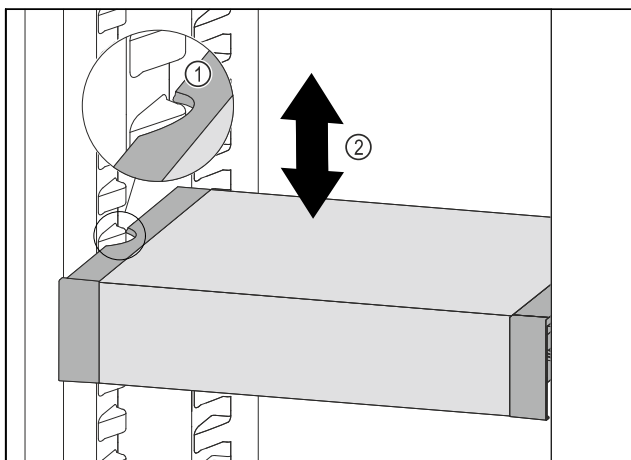

Fig. 67
- ▶ Изтеглете VarioSafe напред, докато страничните прорези на VarioSafe се намират на височината на реброто на съда в хладилната част. Fig. 67 (1)
- ▶ Преместете VarioSafe нагоре или надолу в хладилната част, докато се достигне желаната височина. Fig. 67 (2)